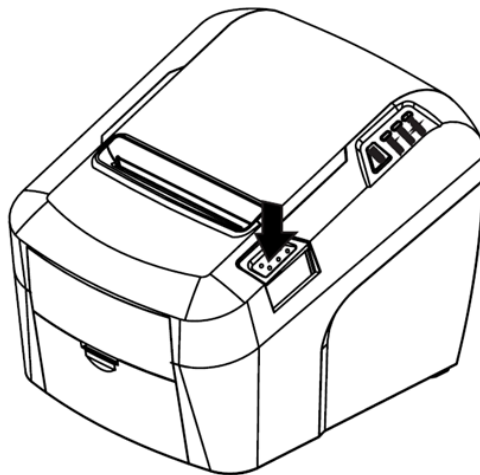
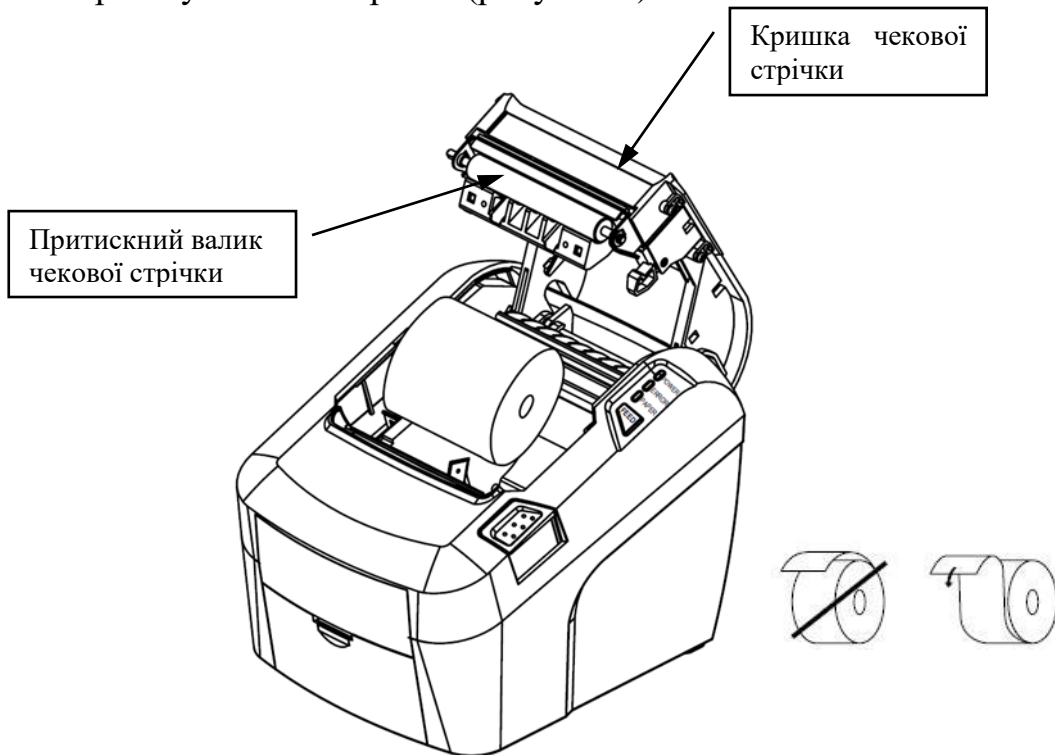

Рисунок 7 - Кнопка відкривання кришки чекової стрічки
Рисунок 8 - Встановлення чекової стрічки
- натисніть кнопку відкриття кришки (рисунок 7) та відкрийте кришку чекової стрічки (рисунок 8).
- вставте рулон паперу в нішу реєстратора (рисунок 8);
- вставити рулон паперу в нішу для чекової стрічки реєстратора (рисунок 8);
- відкрити кришку чекової стрічки - натиснути кнопку (рисунок 7);
- відкрити кришку чекової стрічки (рисунок 8);
Для входу в автономний режим необхідно включити реєстратор, попередньо натиснувши кнопку відкривання кришки чекової стрічки (див. рисунок 8).